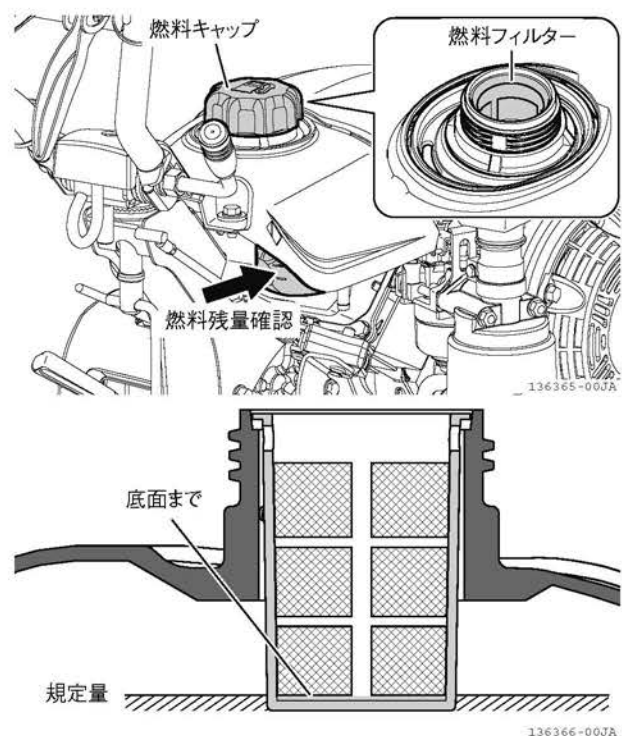

図 4-12 燃料の残量確認
2. 燃料キャップを外し、燃料フィルターにごみが詰まっているか点検します。(図 4-12)
3. 燃料タンク後部より、燃料の残量を確認し、不足している場合は、燃料キャップを外し、燃料の油面が燃料フィルターの底面の位置まで補給します。この位置が規定量です。(図 4-12)